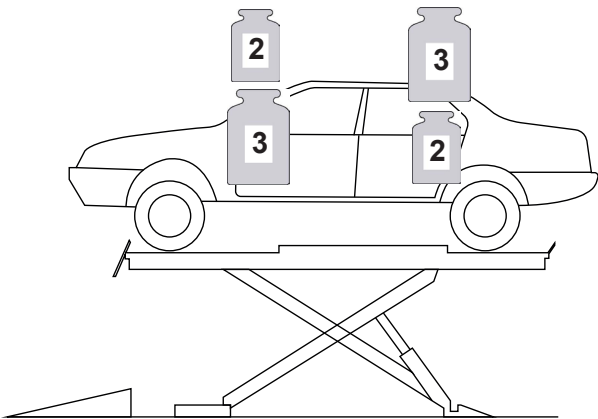

Fig.2a
- 2:3 o 3:2 (reversibile) (vedi Fig.2a)
- 2:3 o 3:2 (reversible) (see Fig.2a)
- 2:3 o 3:2 (umkehrbar) (siehe Fig.2a)
- 2:3 o 3:2 (réversible) (voir Fig.2a)
- 2:3 o 3:2 (reversible) (ver Fig.2a)
- 1:2 o 2:1 (reversible) (ver Fig.2a)